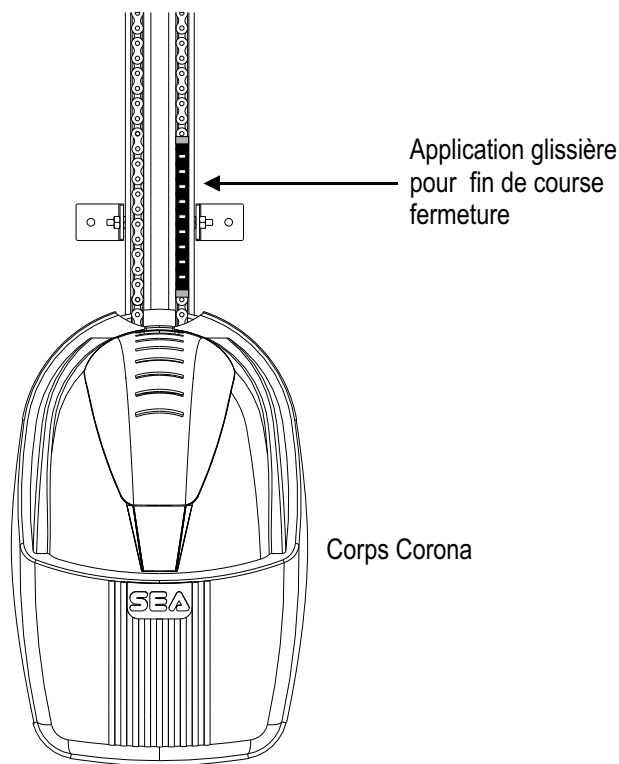

Fig. 18b
- Fixer la glissière fin de course (Fig. 17) le plus près possible au corps du Corona auprès du galet de l'interrupteur comme dans Fig. 18b.